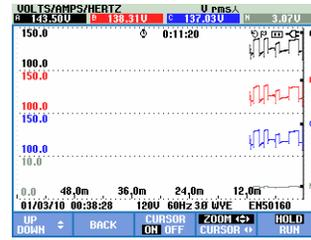

Figura 22-6. Pantalla de tendencia con el cursor y el zoom activados
- Pulse F4 para asignar las teclas de flecha al funcionamiento del zoom. Las teclas de flecha izquierda/derecha se pueden utilizar ahora para ampliar y reducir las tendencias en horizontal como se muestra en la figura 22.6. Las teclas de flecha arriba/abajo realizan esta operación en dirección vertical. Si el cursor está activado, el zoom horizontal funcionará simétricamente alrededor del cursor; cuando está desactivado, el zoom horizontal funcionará desde el lado derecho de la pantalla.